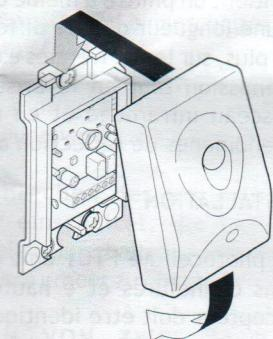

Fig. 3
- Am Sender überprüfen, ob die Led-Anzeige PW eingeschaltet ist und danach den Deckel befestigen (Abb. 3).
- Vérifier sur le TX que le voyant PW est allumé et ensuite insérer le couvercle (fig. 3).
- En el TX controlar que el led PW esté encendido, luego introducir la tapa (fig.3).